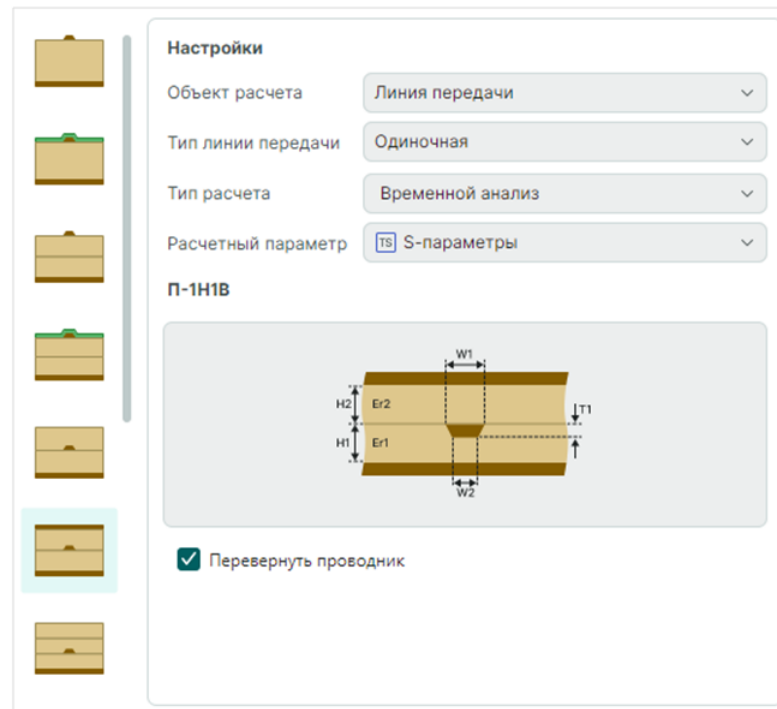

Рис. 104 Настройки расчета «S-параметры»
1. Определите стартовые настройки расчета (Рис. 104):